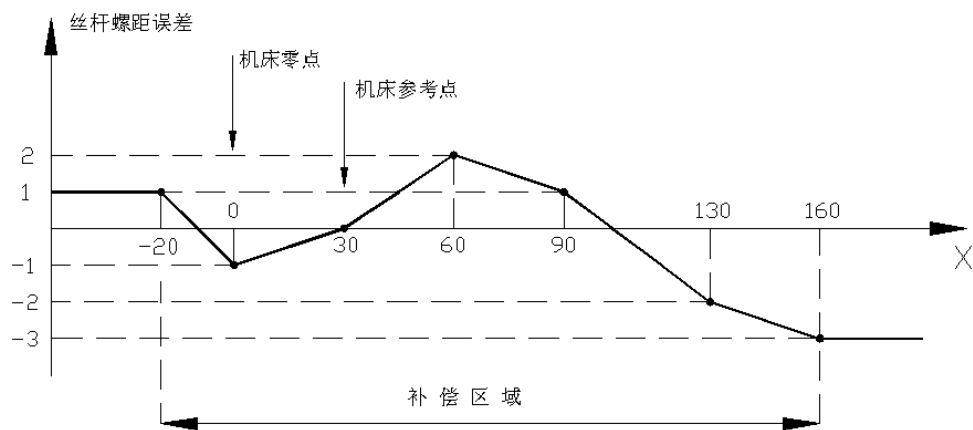

图 2.10 线性螺距误差补偿
9. CNC 把第一补偿测量点和最终补偿测量点的误差值，分别作为补偿区域之外部分的误差值(参见图 2.10 例)。